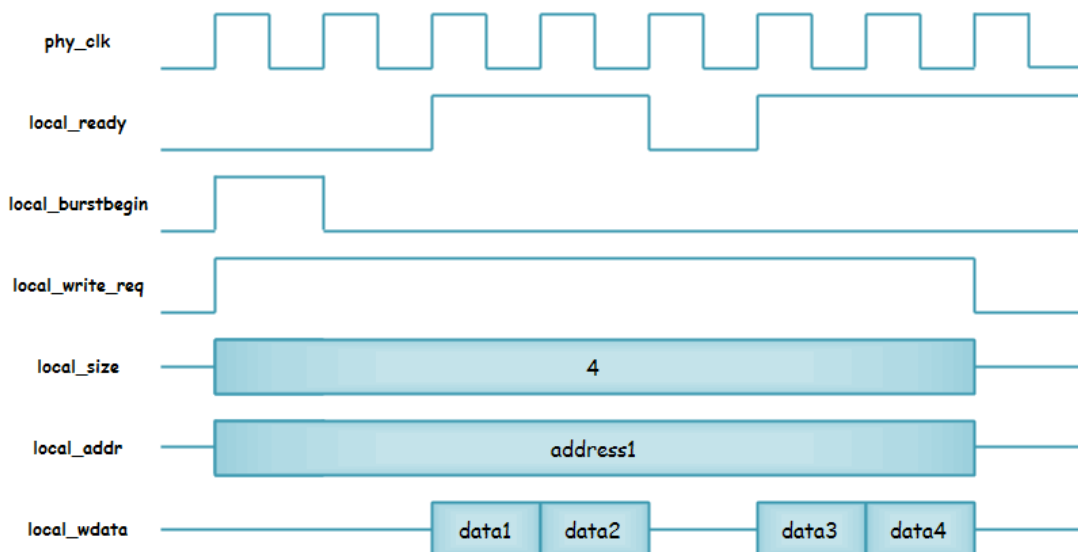

图 17 写忙时的四个数据写时序
④ 如图 17 所示，遇到 `local_ready` 拉低的 4 个数据的 burst 写操作。